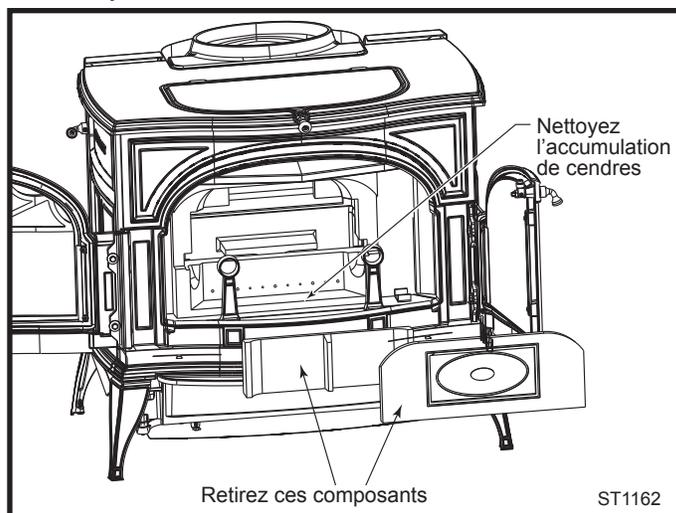

Fig. 46 Inspectez et nettoyez l'accumulation de cendres derrière le système de combustion.
5. Répandez un filet continu de 3 mm (1/8 po) de colle à joint dans le profilé nouvellement nettoyé. (Fig. 46)
- Vérifiez et enlevez toute accumulation de cendres à l'arrière de l'ensemble de combustion. Cette étape doit être effectuée conjointement avec le nettoyage annuel du carneau, puisque la manière la plus pratique d'effectuer cette inspection est depuis l'ouverture de la buse. Inspectez les conduits de chaque côté de l'ensemble de combustion (un miroir serait utile) et aspirez les cendres à l'aide d'un flexible d'aspiration inséré dans chaque conduit. Prenez garde de ne pas endommager le matériau fibreux blanc dans cette chambre arrière. (Fig. 46)